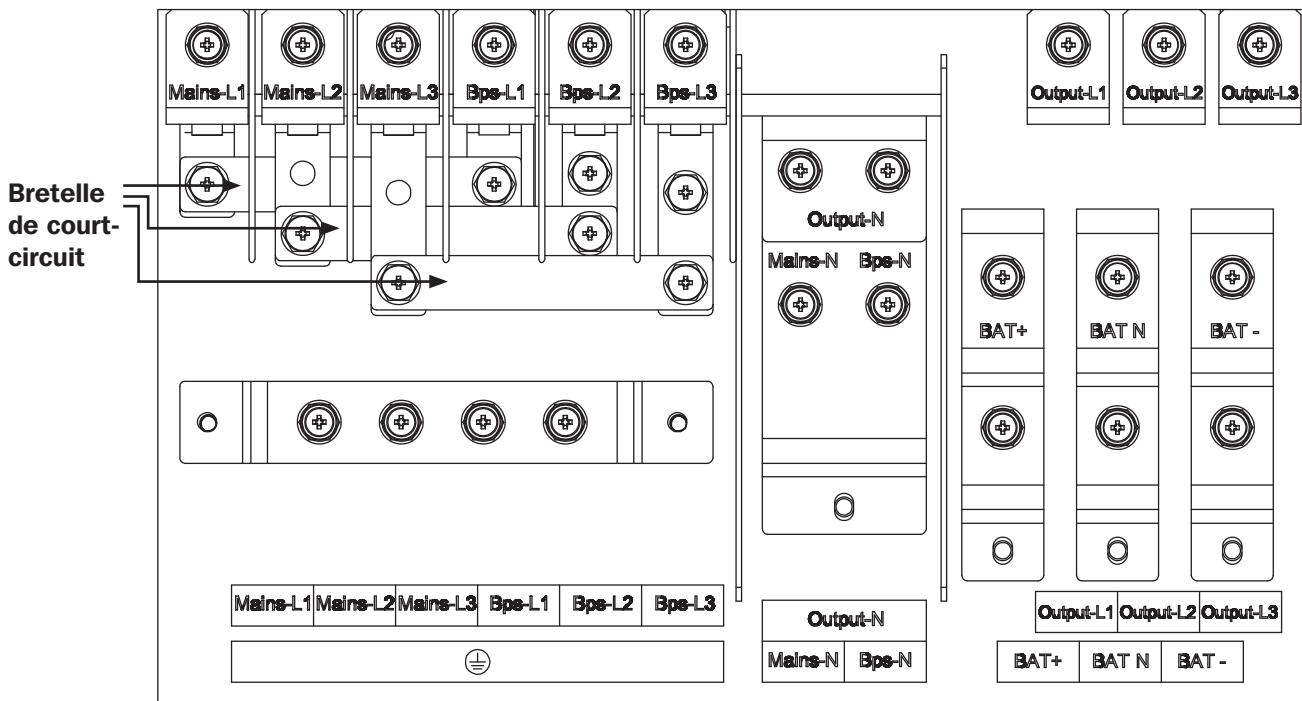

Figure 3-11 : connexion d'entrée simple, modèles S3M50K et S3M60K
**Remarque :** L'onduleur est configuré en mode d'entrée simple par défaut comme illustré à la Figure 3-11. Retirer les bretelles de court-circuit pour une utilisation en mode d'entrée double.